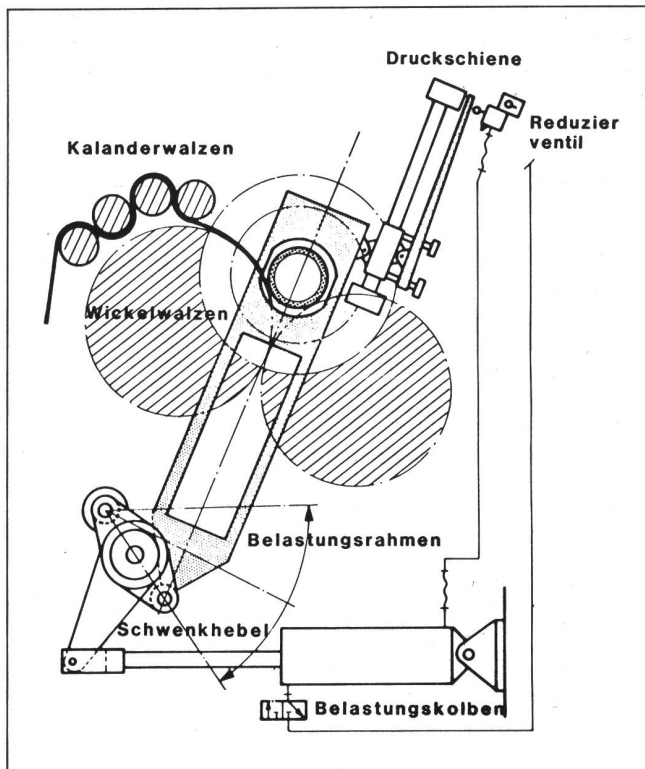

Abb. 4
- Steuerung der Wickelbelastung während des Wickelaufbaues (Bild 4). Die Wickelbelastung wird automatisch den veränderlichen geometrischen Verhältnissen während des Wickelaufbaus angepasst. Diese Vorrichtung erlaubt es, grössere Wickel mit gleichmässiger Dichte herzustellen.